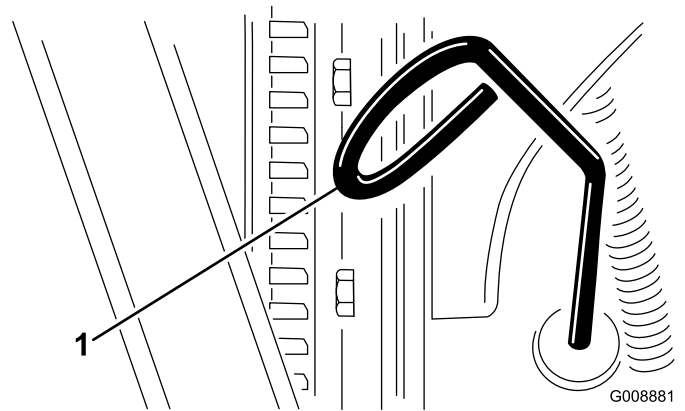

Figura 26
3. Retire a vareta, limpe-a e volte a colocá-la (Figura 26).